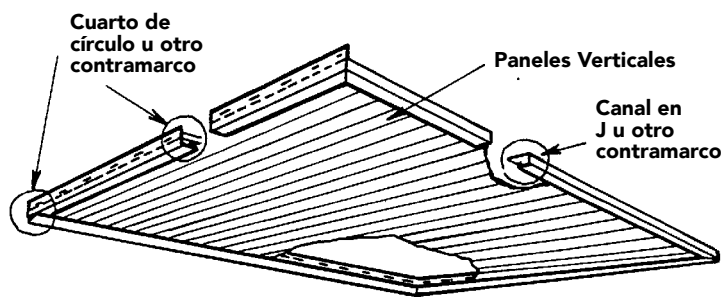

Figura 71
- **Comience instalando los canales receptores en los cuatro lados del porche (Figura 71).** Puede usar un canal en J o canal en F. El panel del techo de porche debe ser sujetado en todos sus extremos a un componente de apoyo como un listón de clavado. Los paneles deberán instalarse de acuerdo con las instrucciones de instalación del fabricante.